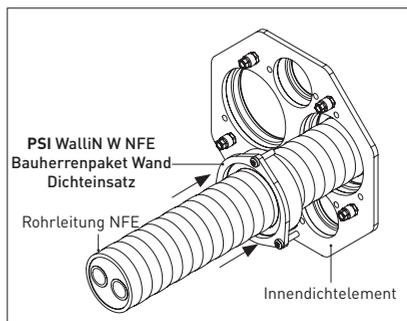

Abbildung 13.3: Montage **PSI WalliN W NFE Bauherrenpaket Wand Dichteinsatz** innenseitig
- Schieben Sie den **PSI WalliN W NFE Bauherrenpaket Wand Dichteinsatz** mit der Gummidichtung voraus über die Rohrleitung bis in das Innendichtelement des **PSI WalliN W NFE Bauherrenpakets Wand**. Beachten Sie, dass die Schraublöcher am Dichteinsatz und die Kernlöcher im Innendichtelement übereinander liegen (s. Abbildung 13.3).